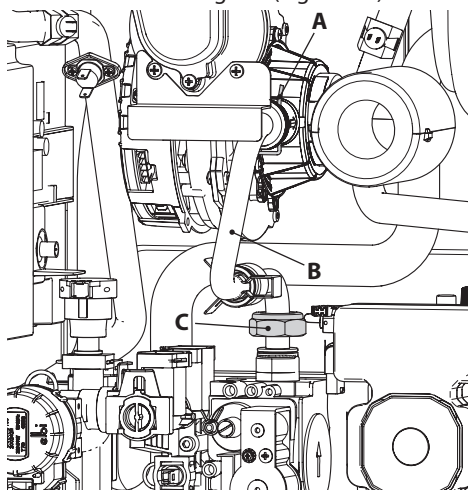

Figura 8.1
- Togliere la forcina **A**, svitare il girello **C** ed estrarre il tubo del gas **B** (Figura 8.1).
**!** **Attenzione per rimontare eseguire le operazioni effettuate in senso inverso, stando attenti a non rovinare la guarnizione OR del tubo gas quando si inserisce il tubo nel mixer aria/gas ed eseguire la prova di tenuta gas dopo aver stretto il girello del tubo gas (Figura 8.1).**